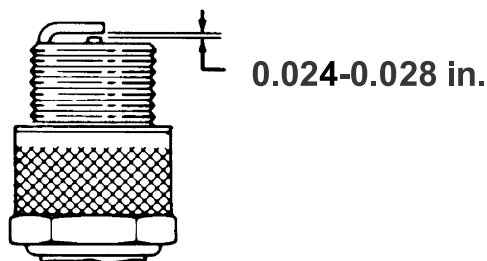

Figure 31
- Vérifiez que l'écartement des électrodes est correct (Figure 31).